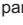

Figure. 159 Dans le compartiment moteur : couvercle de remplissage d'huile moteur.
L'orifice de remplissage d'huile moteur est identifié par le symbole  sur le couvercle → Fig. 159 et la jauge à huile avec le manche coloré. Si vous ne savez pas où se trouvent le bouchon d'huile et la jauge, adressez-vous au Réseau Après-vente Volkswagen ou à une entreprise spécialisée.
9. Dévisser le bouchon de remplissage d'huile moteur → fig. 159.